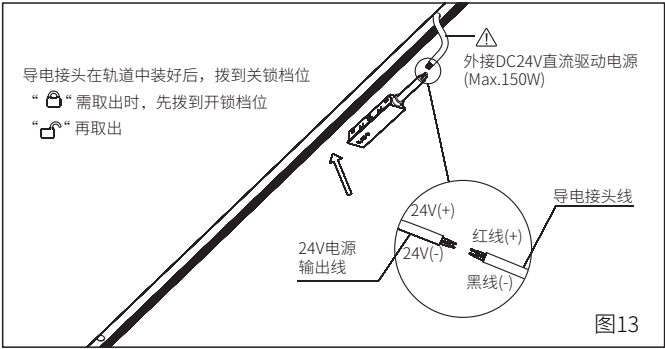

图13
5.将防护罩拆掉，导电接头线与DC24V电源 (Max.150W) 输出线连接好，如图13所示；